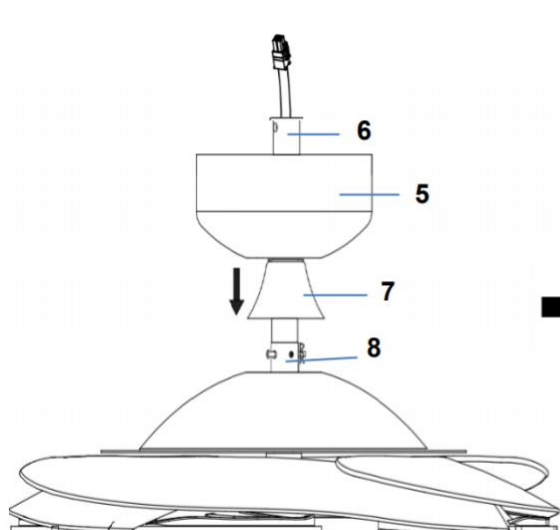
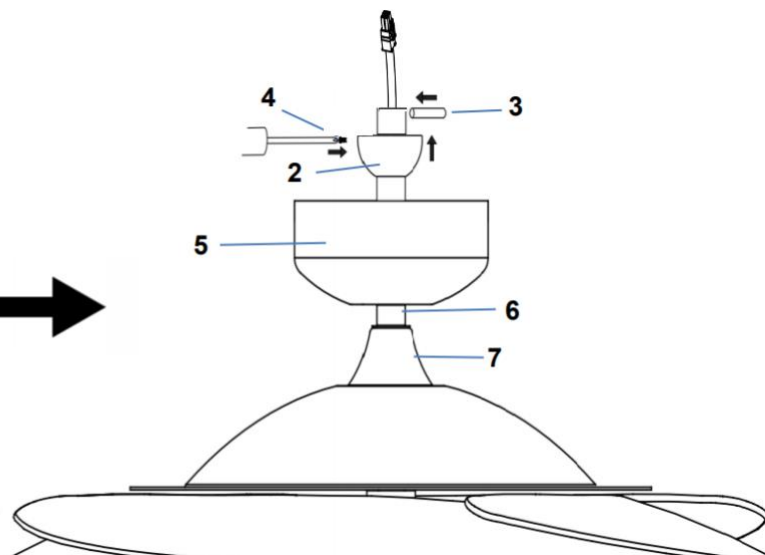

Fig. 4.5
Fig. 4.6
6. Enfilez le couvercle décoratif (7) sur la tige descendante (6) pour recouvrir le boîtier de raccordement de la tige descendante (8). (Fig. 4.5)
7. Insérez le cache (5) sur la tige descendante (6), ré installez la rotule (2) et la cheville (3) sur la tige descendante (6) et fixez-les en serrant les vis de réglage (4). (Fig. 4.5 et Fig. 4.6)